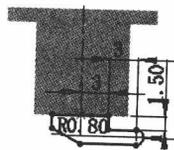

图 1.7 横断面草图
② 定义横断面草图。在草图环境中绘制图 1.7 所示的横断面草图。
③ 选择下拉菜单  插入(I) →  退出草图 命令, 退出草图环境, 此时系统自动生成薄片 1。